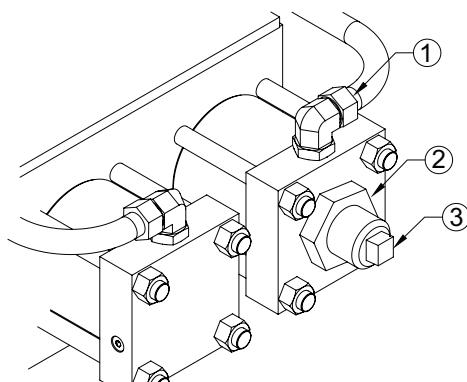

Figura 5.5 Ajuste del recorrido
- Localice el accesorio hidráulico (1) conectado directamente a la tapa del cilindro del ajustador de recorrido como se muestra en la Figura 5.5. Localice el accesorio hidráulico (1) conectado directamente a la tapa del cilindro del ajustador de recorrido como se muestra en la Figura 5.5. Afloje este accesorio para permitir que el aceite escape durante este proceso de ajuste.